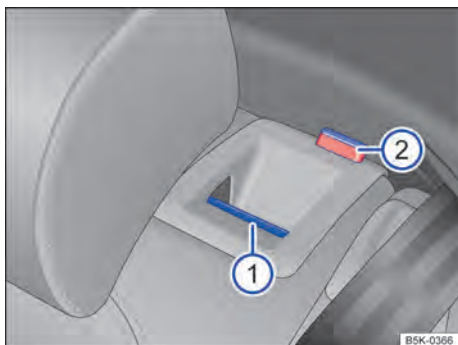

Fig. 62 No encosto do banco traseiro: botão de desbloqueio.
- Puxar o botão de destravamento → Fig. 62  para frente e, ao mesmo tempo, rebater o encosto do banco traseiro para frente.
- A respectiva parte de encosto do banco traseiro estará destravada quando a marcação vermelha → Fig. 62  estiver visível.
- A marcação vermelha → Fig. 62  não pode mais estar visível.